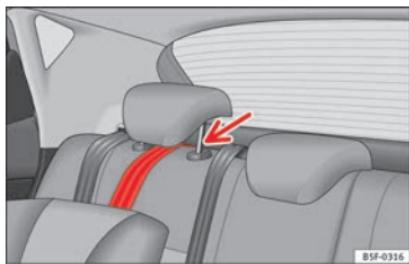

Fig. 34 Sangle de fixation : réglage et montage corrects.
- Placez la sangle sous l'appuie-tête de la banquette arrière »» fig. 34 (soulevez l'appuie-tête si nécessaire).